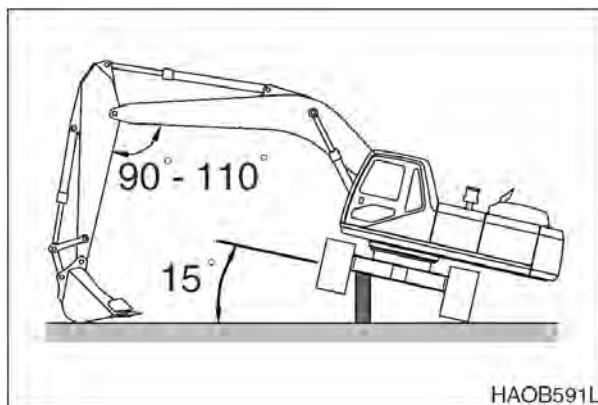

Рис. 3
**ПРИМЕЧАНИЕ:** Если при таких условиях боковая рама не сдвинется, подвиньте раму медленно вперед и назад, не касаясь грунта. См. рис. 3.